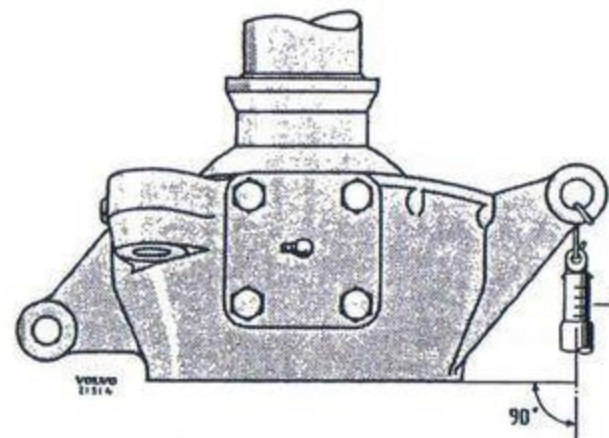

Bild 109. Ansättning av lager.
1. Packa in spindellagren väl med fordonsfett 20. Sätt spindelhållaren på plats och montera justermellanlägg och lock. Mät förspänningen i lagren med en fjädervåg enligt bild 109. Fjädervågen skall ge ett utslag på 0,3—0,8 kg. Förspänningen ändras med justermellanläggen, som finns i tjocklek 0,1, 0,35 och 1 mm.